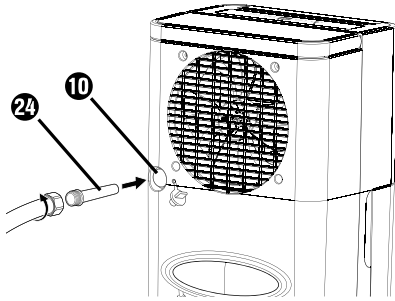

Abb. 5
- ◆ Schrauben Sie, bei Verwendung des EU-Gartenschlauchadapters ②④, einen Gartenschlauch auf den EU-Gartenschlauchadapter ②④ (siehe Abbildung 5).